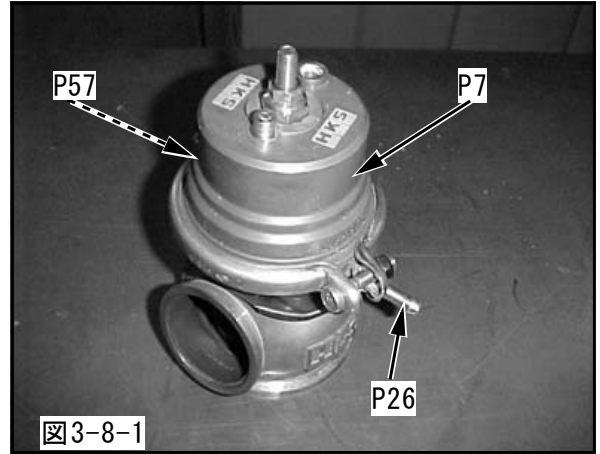

図3-8-1
- (1) GT II ウエストゲート Assy にホースニップルφ6を取付け、反対側をプラグ SUS PT1/8で塞いでください。(図3-8-1)